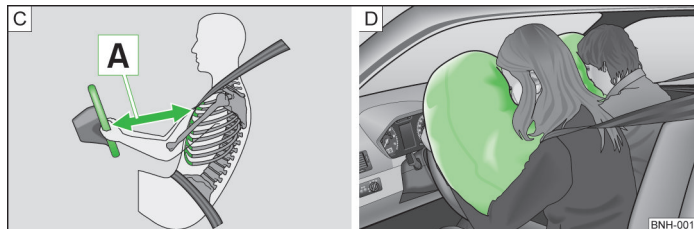

Abb. 83 Sicherer Abstand zum Lenkrad / Gasgefüllte Airbags
Werden die Airbags ausgelöst, füllen sich die Airbags mit Treibgas und entfalten sich vor dem Fahrer und Beifahrer » Abb. 83 - D. Beim Eintauchen in den voll aufgeblasenen Airbag wird die Vorwärtsbewegung des Fahrers und Beifahrers gedämpft und das Verletzungsrisiko für Kopf und Oberkörper reduziert.
- Für den Fahrer und Beifahrer ist es wichtig, einen Abstand von mindestens 25 cm zum Lenkrad bzw. zur Schalttafel einzuhalten [A] » Abb. 83. Wenn Sie den Mindestabstand nicht einhalten, kann Sie das Airbag-System nicht schützen - Lebensgefahr! Außerdem müssen die Vordersitze und die Kopfstützen immer der Körpergröße entsprechend richtig eingestellt sein.